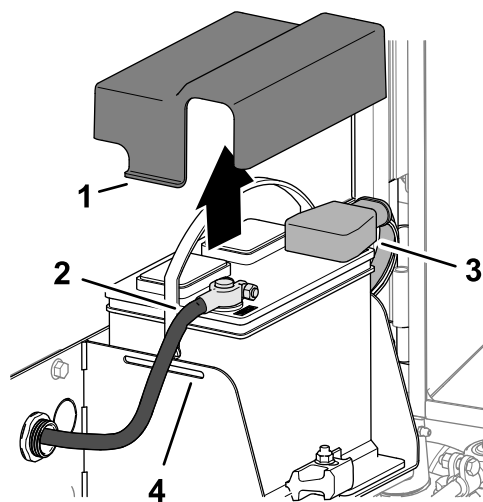

Figure 127
3. Appuyez de chaque côté du couvercle de la batterie et déposez le couvercle du support de la batterie (Figure 127).